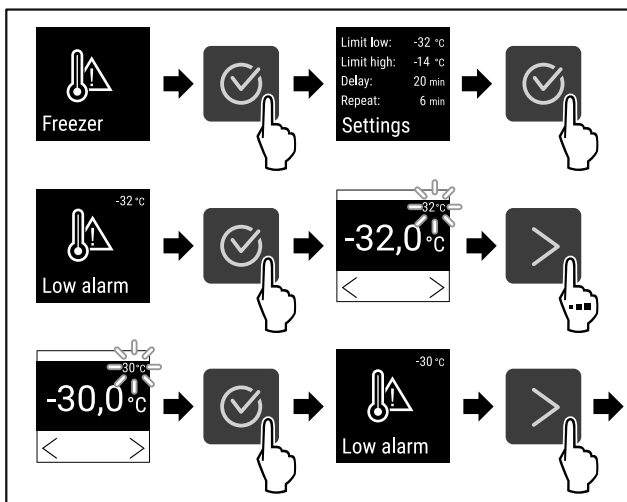

Fig. 98
- ▶ Stappen (zie Fig. 98) uitvoeren.